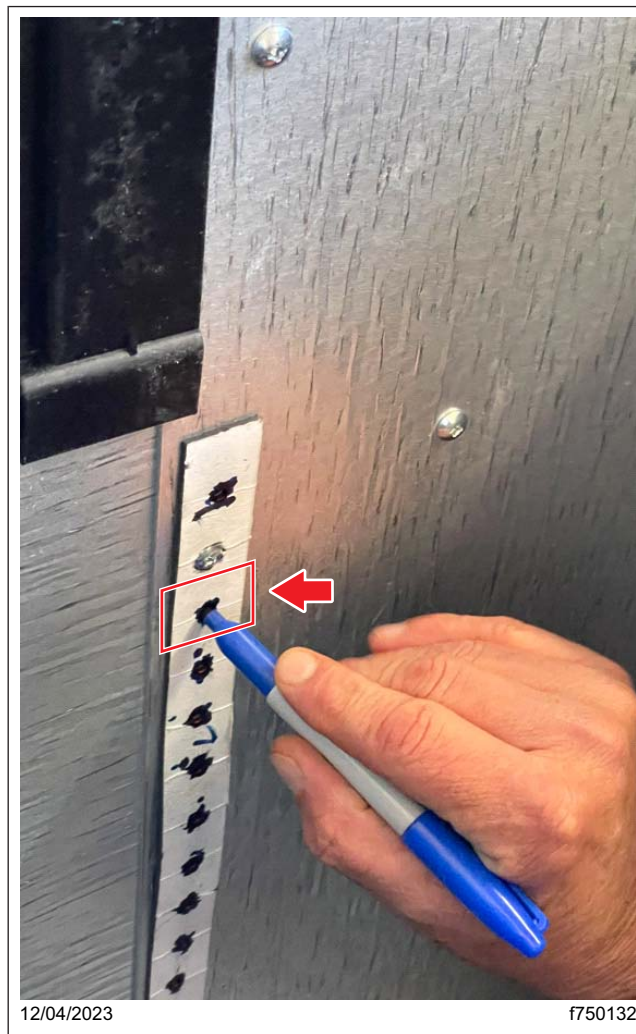

Fig. 4, Emplacement de la deuxième attache
- 5.2 Pour l' emplacement de la deuxième attache, mesurez de 1 à 3/16 po vers le bas de la fixation d'origine. Voir Fig. 4.